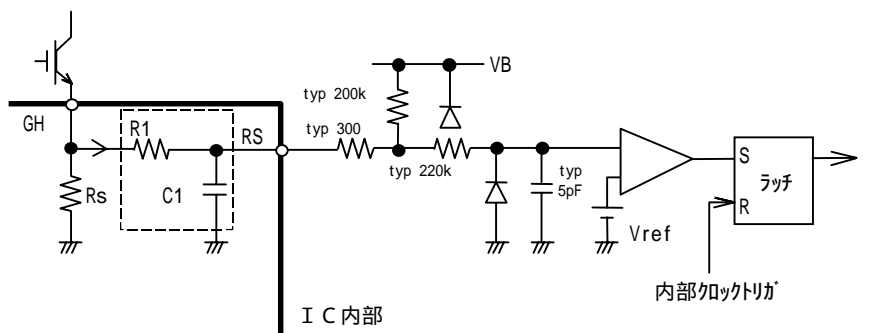

図6 . RS端子の等価回路
(4) RS 端子
- ・過電流検出信号入力端子です。GH1, GH2に共通接続するRsシャント抵抗の電圧をRS端子に入力することにより過電流状態を検出します。RS端子電圧がIC内部の電流制限用基準電圧Vref(0.5V typ.)を越えると、下アームの出力をオフします。過電流検出後のリセット動作は、内部クロック信号の1周期毎に行います。制限電流値Ioは、 $I_o = V_{ref} / R_s$  (Rsは外付け抵抗)で求められます。RS端子内部には、約1μsのフィルタを内蔵しています(図6参照)。ただし、ノイズによって過電流検出機能が誤動作する場合は、R1, C1による外部フィルタを追加して下さい。ただしフィルタ時定数をあまり大きく選びますと、過電流検出信号の検出遅れが生じますからご注意下さい。